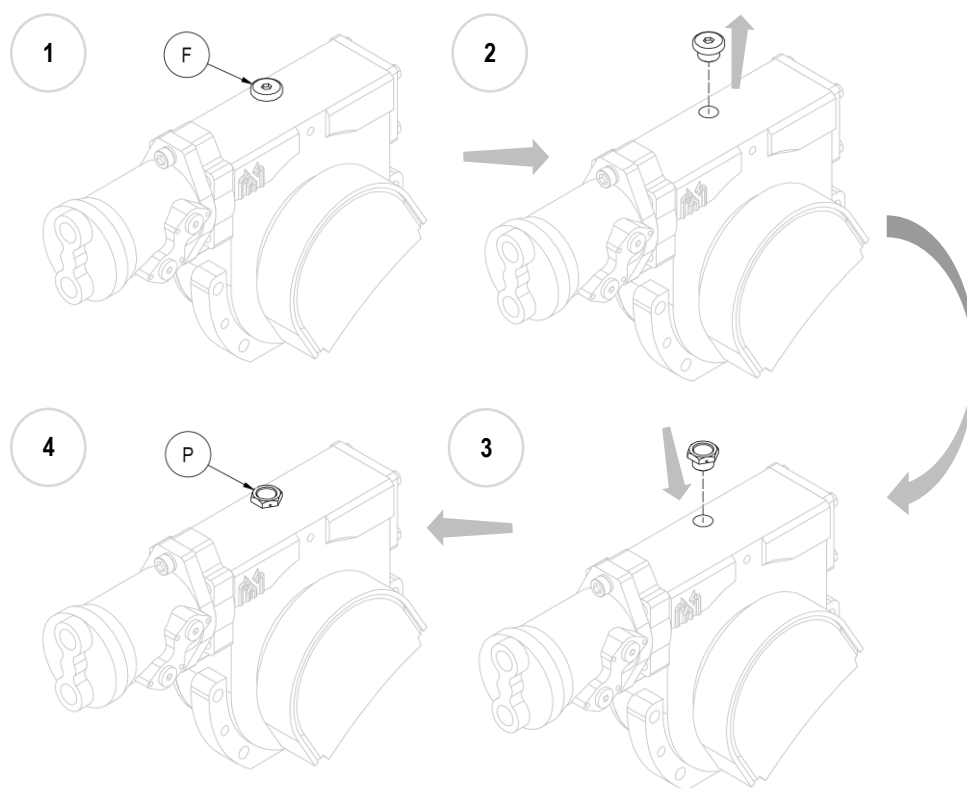

Figura 10
13. **N.B.** Con el implemento montado, reemplaze el tapón de llenado de aceite de hierro ciego (F) por el de plástico suministrado (P), equipado con un respiradero (mira *Figura 10*).